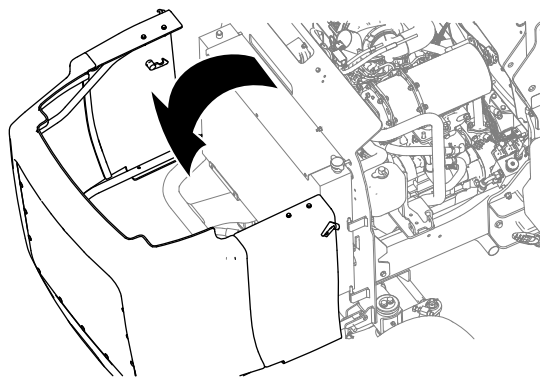

Figura 70
5. Sbloccate e aprite il cofano (Figura 70).